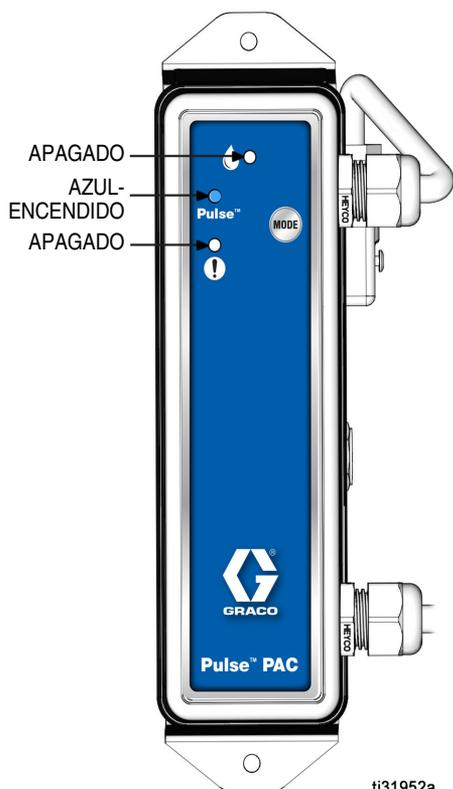
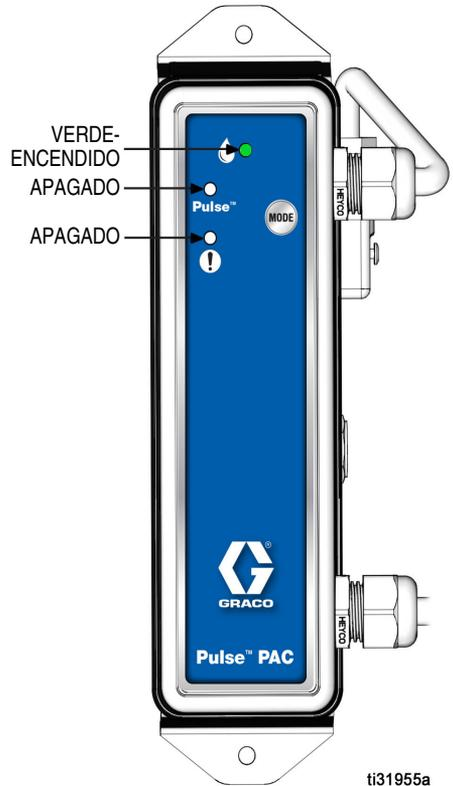
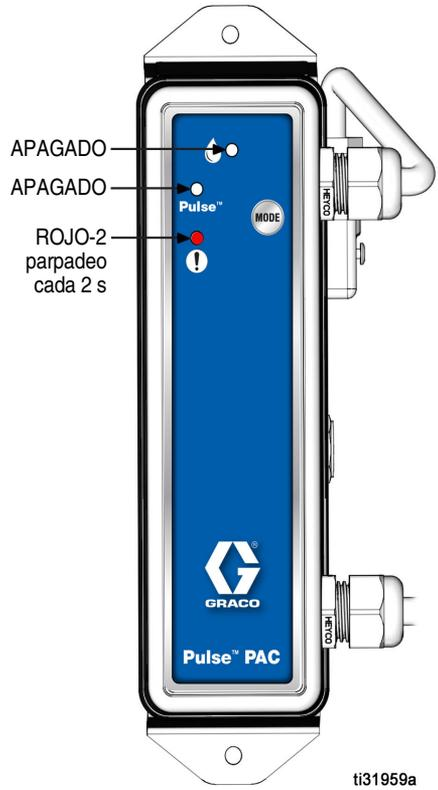

FIG. 16
FIG. 19
FIG. 23
NOTA: Consulte el apartado **Modo Pulse, sin errores** (FIG. 16, página 12) and **Modo de trabajo fuera de línea, sin errores**, FIG. 19, página 13).
- En el modo Pulse (FIG. 16) (preferido), la bomba no funcionará a menos que reciba autorización del software Pulse.
- El modo de Trabajo fuera de línea (FIG. 19) activa el aire a la bomba de modo que pueda utilizarse sin autorización del software Pulse.
Los LED del PAC se encienden y/o parpadean para indicar el estado de un código de error en el controlador PAC. Consulte las FIG. 16 - FIG. 23 para determinar el estado del PAC.